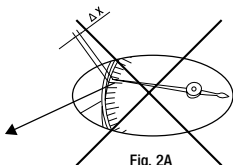
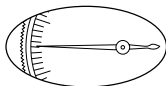

Fig. 2A
Fig. 2B
**Erreur de parallaxe** : durant la mesure, faire preuve d'une attention particulière afin d'éviter les erreurs de parallaxe ( $\Delta x$ ). Ces erreurs surviennent lorsque le point d'observation n'est pas à l'aplomb des graduations (fig. 2A). Effectuer la lecture perpendiculairement à l'affichage du cadran (3) (fig. 2B).